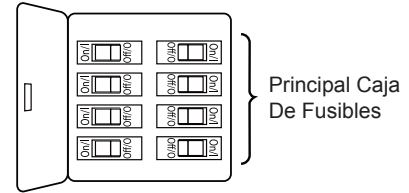

Figura 1
Uso de perfil bajo (Figura 1)
Para evitar una posible descarga eléctrica, asegúrese de cortar la alimentación eléctrica de la caja de fusibles principal antes de colgar el ventilador. (Figura 1)
1. Para configurar el código de unidad del receptor. Deslice los interruptores de código a las mismas posiciones que en el transmisor. (Figura 1)